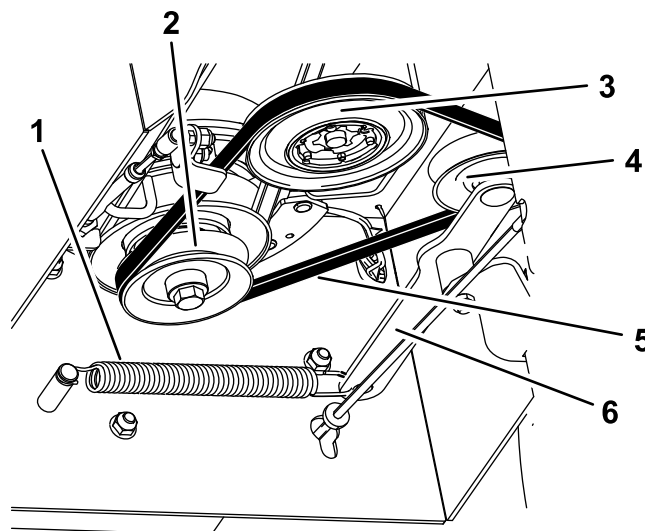

Figure 31
4. Décrochez le ressort d'extension du bras de la poulie de tension (Figure 31).
6. Enroulez la courroie de transmission neuve autour des poulies d'embrayage, de transmission et de tension (Figure 31).